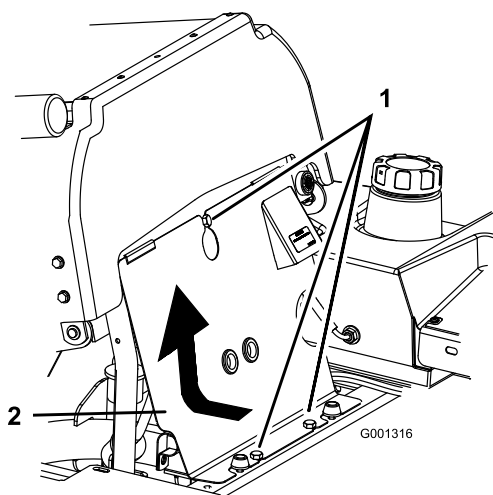

Figura 53
3. Inclinate il sedile in avanti, allentare i bulloni e togliere il pannello anteriore del motore (Figura 53).